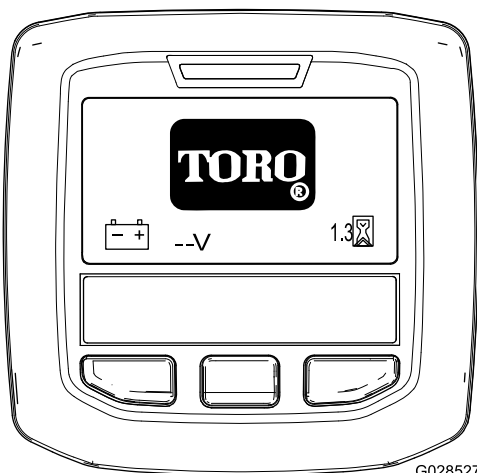

Figura 17
**Nota:** L'InfoCenter si illumina e visualizza la schermata di inizializzazione (Figura 17).